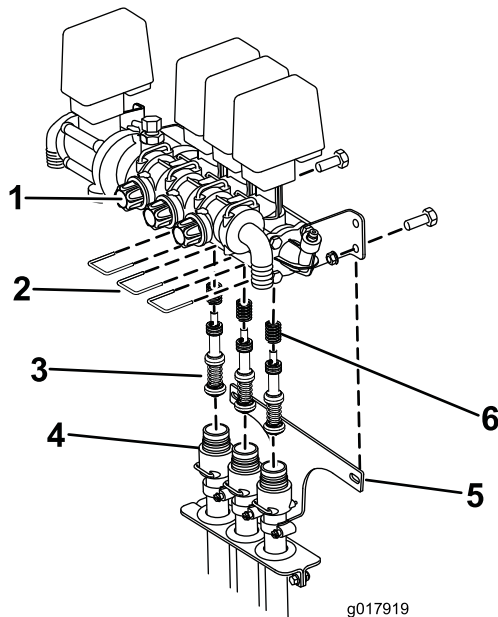

Figure 75
- B. Retirez les 3 étriers qui retiennent les sièges des vannes sur l'ensemble vannes (Figure 75).
(Figure 75) Abaissez les flexibles pour les éloigner de l'ensemble vannes.
- D. À l'aide d'une clé Allen de 3 mm, retirez les vis de fixation des pistons dans l'ensemble vannes. Veillez à tenir compte des ressorts présents dans la vanne (Figure 75).